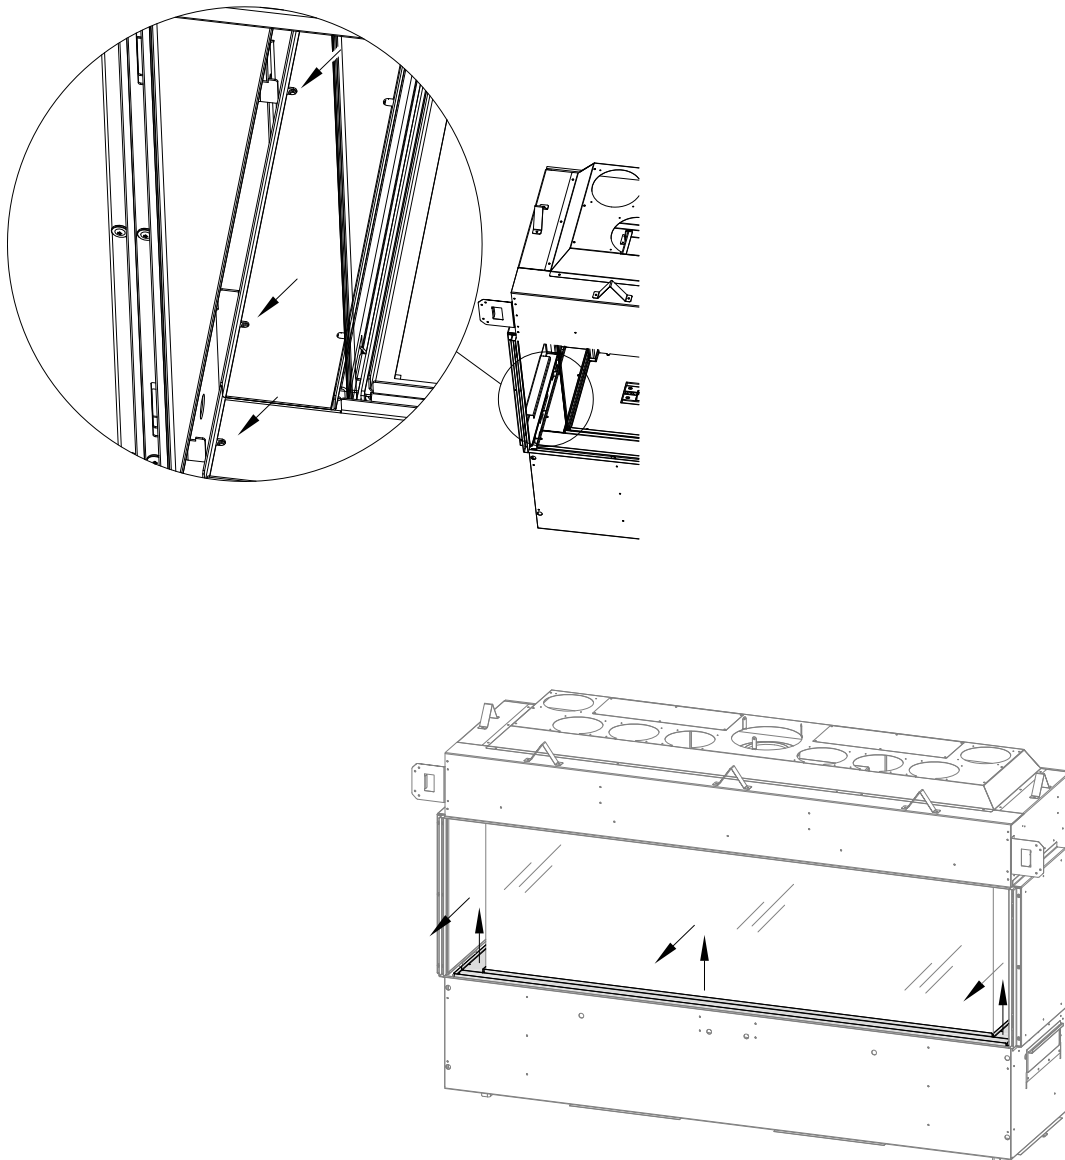

Figure 7.3 - Retrait des pièces du plateau à braise périphérique
1. Après avoir retiré la vitre de sécurité, repérez les (3) vis à métal qui retiennent chaque pièce du plateau à braise périphérique (composé de deux pièces latérales et d'une pièce à l'avant). Voir la Figure 7.3.
2. Après avoir retiré les vis à métal, vous pouvez soulever et retirer chaque pièce du plateau à braise périphérique. Voir la Figure 7.3. Réinstallez les composants dans l'ordre inverse.